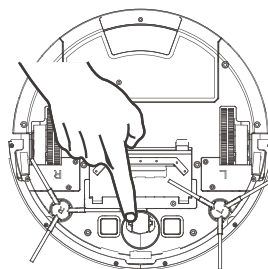

Рисунок 2
- Открутите центральное колесико с помощью отвертки, очищайте застрявшие волосы в полости колеса и оси два раза в неделю. (См. Рисунок 2)